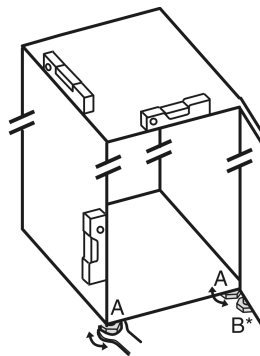

Fig. 34
- ▶ Stellfüße Fig. 34 (A) mit beiliegendem Gabelschlüssel und mit Hilfe einer Wasserwaage herausdrehen, bis das Gerät fest und ebenstehend ausgerichtet ist.
- ▶ Stellfuß Fig. 34 (B) am Lagerbock mit beiliegendem Gabelschlüssel herausdrehen, bis er auf dem Boden aufliegt.
- ▶ Stellfuß Fig. 34 (B) um 90° weiter drehen.